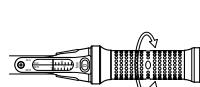

Fig 2
- Girar a empuñadura no sentido horário ou anti-horário (Fig. 2), até ler o torque requerido na escala principal impressa no tambor do torquímetro.
- Gire la empuñadura en sentido horario o anti horario (Fig. 2), hasta leer el torque requerido en la escala principal impresa en el tambor del torquímetro.
- Turn handle clockwise or anticlockwise (Fig. 2), until reading shows the desired torque on the main scale, which is marked on barrel. For intermediary values use the secondary scale (piece 6).